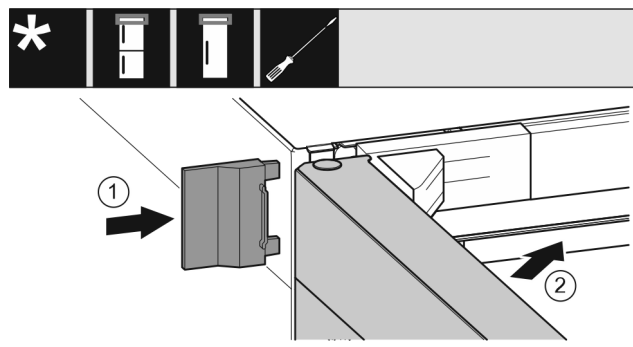

Fig. 25
- Nasuniete vonkajší kryt Fig. 25 (1).
- Zatvorte horné dvere Fig. 25 (2).